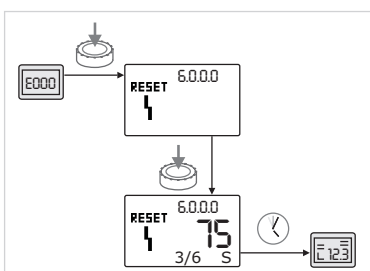

Fig. 61: Potvrďte typ poruchy B (X < Y)
- Je-li aktuální výskyt poruchy menší než maximální výskyt (Fig. 61): Vyčkejte dobu auto resetu.